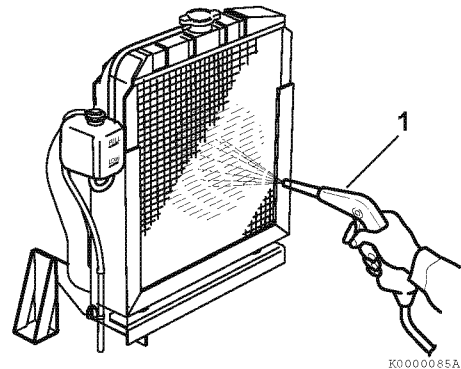

Abbildung 8
In **Abbildung 8** ist zur Veranschaulichung ein typischer Kühler dargestellt.
- Den Schmutz und Staub von Kühler und Kühlrippen mit Druckluft (max. 28 psi, 0,19 MPa, 2 kgf/cm²) (1, **Abbildung 8**) entfernen. Vorsichtig mit Druckluft arbeiten, um die Kühlrippen nicht zu beschädigen.